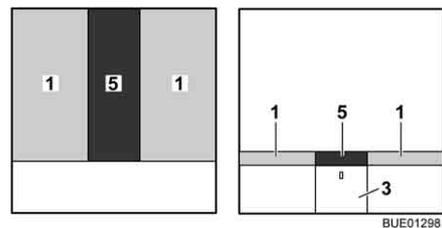

Fig. 136 Après la transformation
- Placer le coussin supplémentaire (Fig. 136,5) entre les matelas (Fig. 136,1).